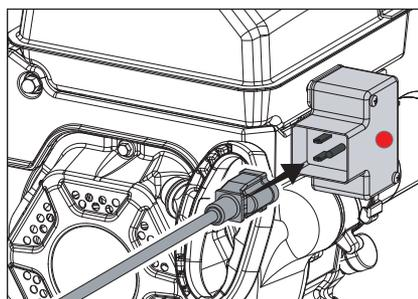

Figure 23
- Pour un démarrage électrique, branchez le cordon électrique fourni au démarreur. Appuyez sur le bouton de démarrage électrique et assurez-vous que la tension d'alimentation principale est de 120 V~ 60 Hz. (Fig. 23)